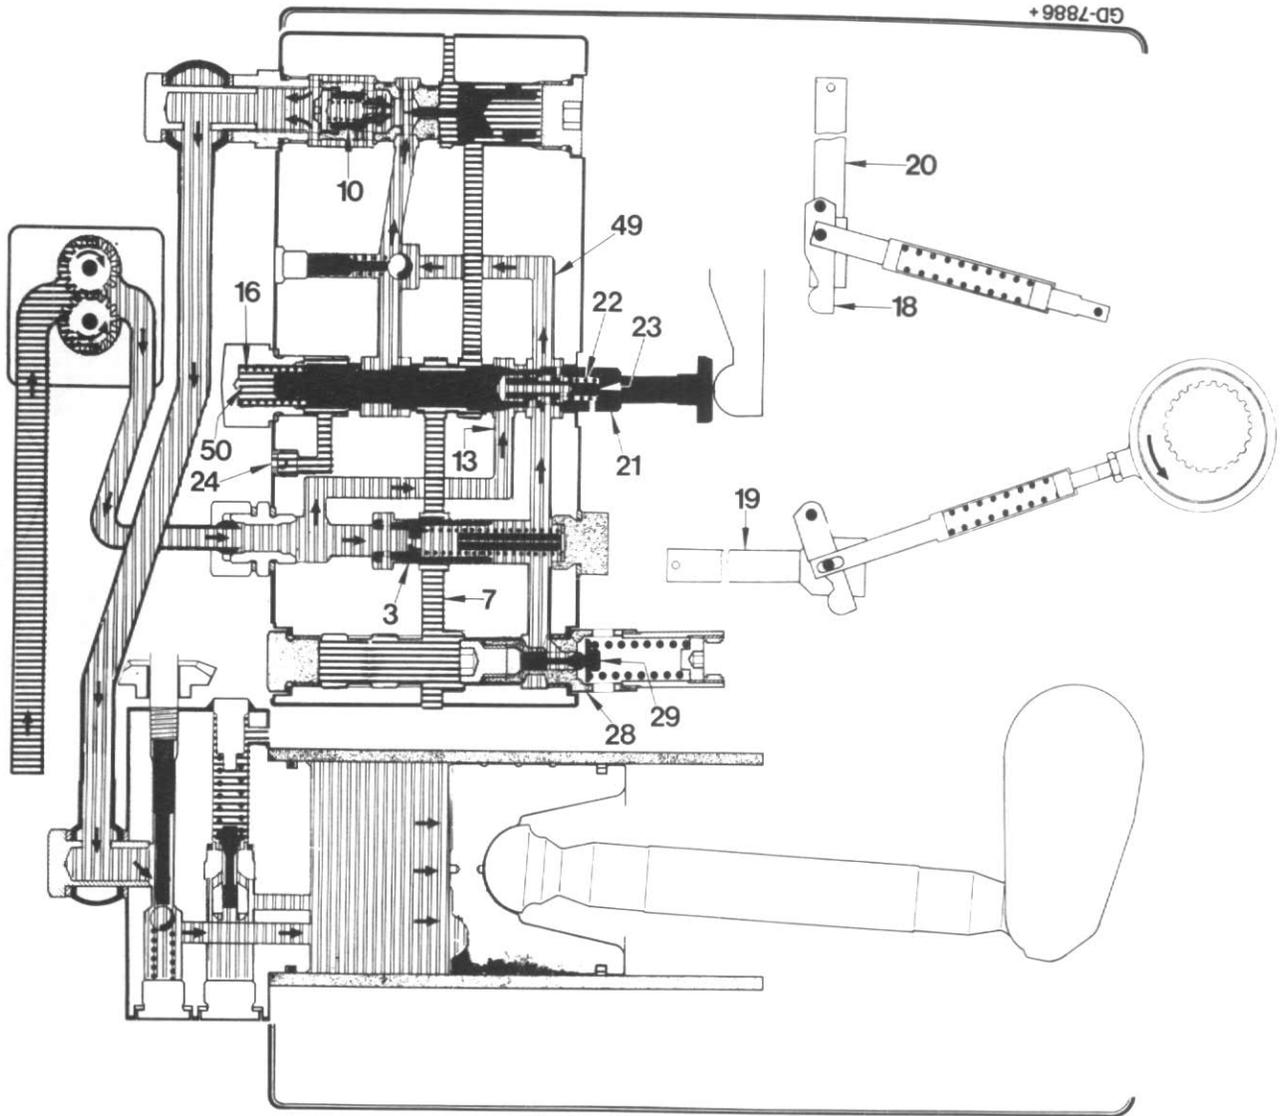

Figure 5
Pendant le levage à plein débit, le tiroir écrase complètement le ressort (16, Fig. 5), afin de faire communiquer le passage principal (13) de levage avec le passage (49). La pression hydraulique étant égale à l'avant et à l'arrière du clapet de mise en pression (3), le ressort peut repousser complètement le clapet vers l'avant, pour obturer le passage de retour (7). Le débit entier de la pompe se dirige alors vers le vérin pour augmenter la rapidité du levage, comme par exemple lors du levage de la charrue en bout de champ.
Le but de l'orifice du clapet est de ralentir l'avance du tiroir lors de l'opération de "levage", en réduisant l'écoulement de l'huile provenant de la chambre (50, Fig. 5). Il en résulte un fonctionnement plus régulier du système entier de contrôle de traction.